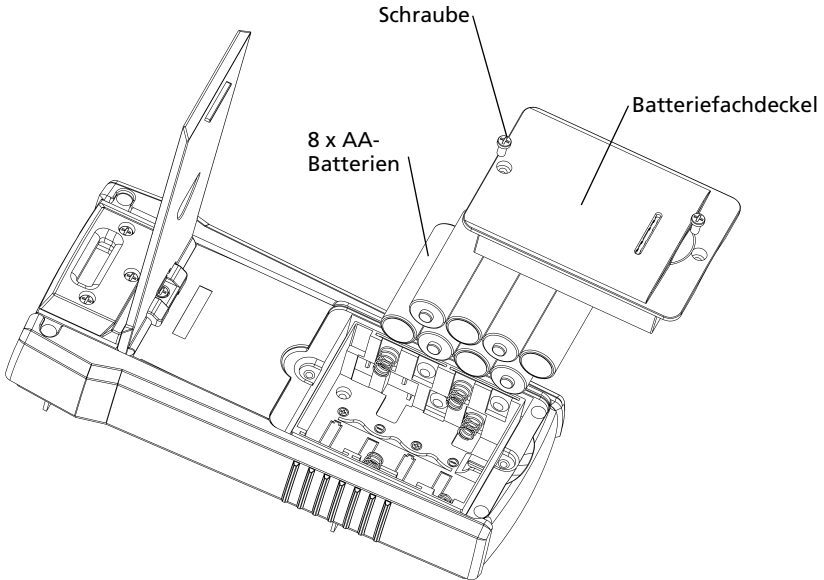

Abbildung 5.1a: Batterien des Sendes auswechseln
3. Nehmen Sie den Batteriefachdeckel ab (Abbildung 5.1a).